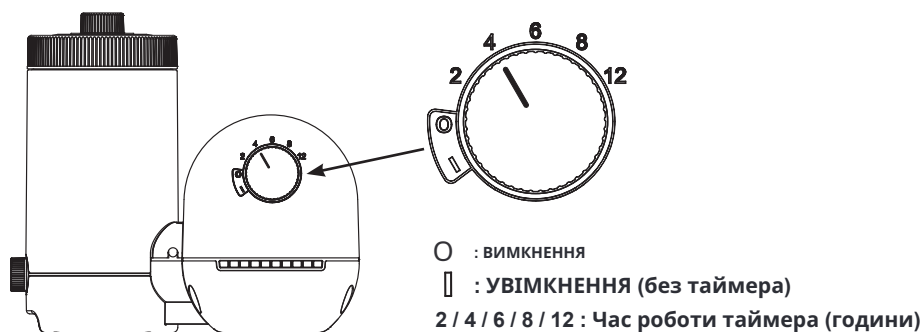

Рис. 10
4. Коли вода тече в насос фільтра, тиск води дозволить повітрю, що застрягло всередині, вийти через клапан скидання повітря (2). Коли все повітря вийде, вода буде текти з клапана (2). Коли це станеться, обережно затягніть клапан (2) за годинниковою стрілкою.
- А. Включіть шнур живлення в електричну розетку та встановіть ручку таймера на бажану кількість годин роботи (див. рис. 10). Дивіться "Таблицю часу роботи" для необхідних годин роботи, пов'язаних з кожним розміром басейну.